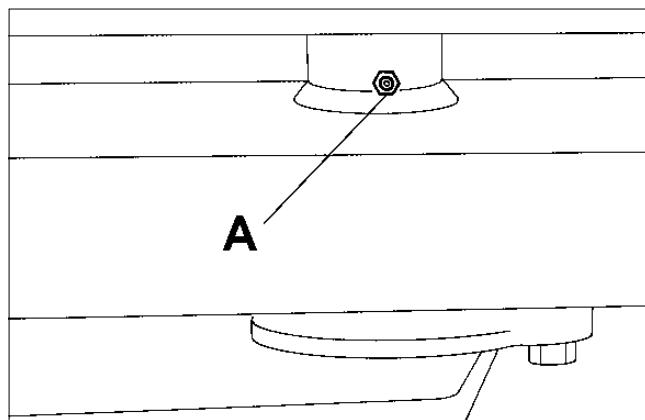

Fig.30
- Rear axle centre pivot (A Fig.30).
- (e) Perno centrale dell'assale posteriore (A Fig. 30)